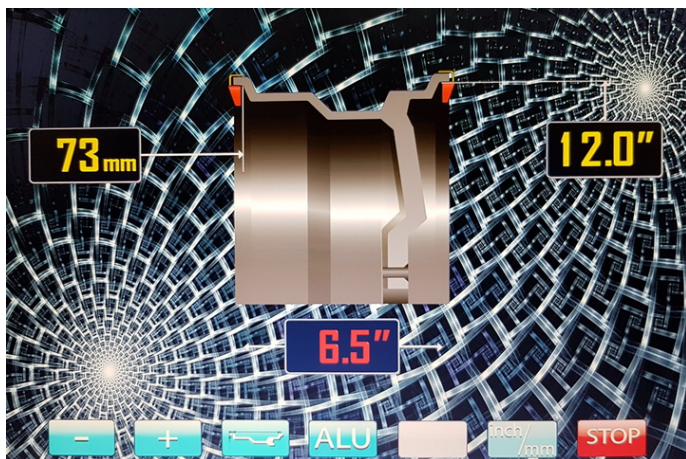
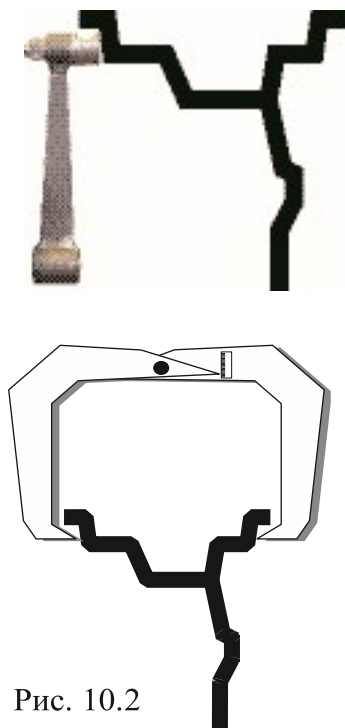
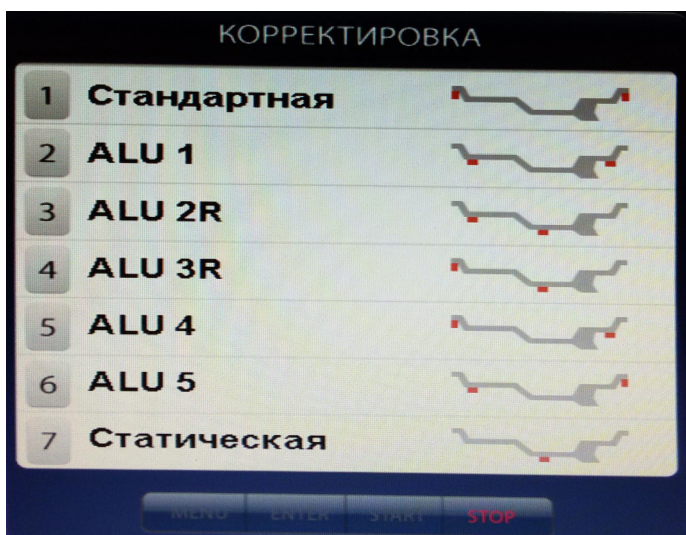

Рис. 10.1.
Рис. 10.2
Рис. 11.1.
При включении питания СБ автоматически устанавливаются исходные параметры «d» и «b», записанные в памяти СБ, которые можно проконтролировать нажимая кнопку А, d, b кнопка 3 (рис.10.1).
месту установки корректирующих грузов на внутренней стороне обода (рис. 10.2) и удерживать штангу в этом положении до появления звукового сигнала, после чего возвратить штангу в исходное положение. При этом экран основного рабочего режима сменится на экран ввода геометрических параметров колеса (рис.10.1).
В левом верхнем окне экрана (рис. 10.1) отображается введенная дистанция А в мм до плоскости установки балансировочных грузиков с внутренней стороны диска колеса.
Примечание. На маркировке диска указывается диаметр по посадке резины. А с помощью выдвижной штанги вводится диаметр места установки груза, например, на (рис. 10.2) вводится диаметр места установки груза на пружинке, который больше диаметра по посадке резины примерно на 1 дюйм. Поэтому диаметр, введенный выдвижной штангой будет отличаться от диаметра на маркировке диска и шины.
В этом режиме функционируют кнопки "-" и "+" для ввода ширины диска, а также для коррекции диаметра диска и дистанции от корпуса СБ до колеса, если требуется их ручная коррекция. Переключение кнопок "-" и "+" для коррекции диаметра и дистанции осуществляется кнопкой А, d, b (кнопка 3 рис.10.1), при этом корректируемая величина выделяется красным цветом, кроме того кнопка А, d, b позволяет перейти к экрану ввода геометрических параметров из экрана основного рабочего режима.
10.3. Ширина диска обычно отмечена на его маркировке. При отсутствии маркировки или невозможности ее прочтения ширину следует измерить специальным инструментом - кронциркулем (рис. 10.2).
этом открывается окно схем установки грузов, отмеченных номерами (рис. 11.1). Для выбора нужной схемы нажмите кнопку нижнего ряда клавиатуры с соответствующим номером. Выбранная схема установки грузов отображается в окне 3 экрана основного рабочего режима (рис. 10.1).